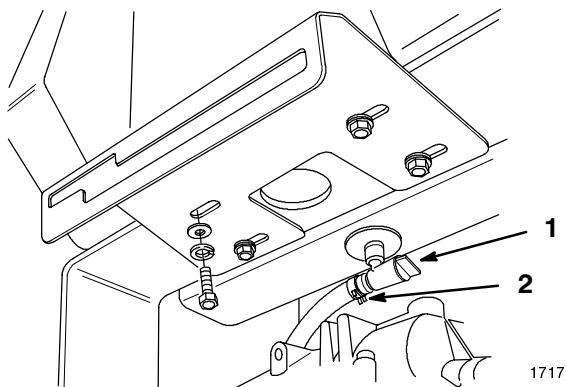

Abbildung 29
2. Kraftstoff-Absperrhahn am Kraftstofftank schließen (Abb. 29).
3. Die Enden der Schlauchklemme zusammendrücken und auf der Kraftstoffleitung weg vom Absperrhahn hochschieben (Abb. 29).
4. Kraftstoffleitung vom Absperrhahn abziehen (Abb. 29). Absperrhahn öffnen und Benzin in einen Benzinkanister oder ein Auffanggefäß laufen lassen.
6. Den Kraftstoffhahn am Kraftstofftank öffnen (Abb. 29).